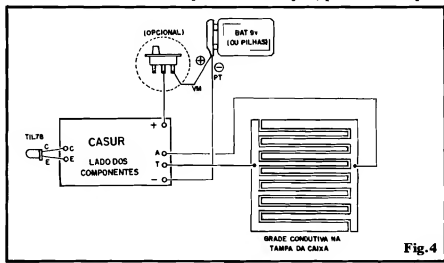

Fig. 4
- FIG. 4 - CONEXÕES EXTERNAS À PLACA - Antes de iniciar as ligações externas ao Circuito Impresso, é bom identificar corretamente suas ilhas periféricas (comparar com a figura anterior), todas elas codificadas para evitar erros ou confusões... O diagrama mostra a placa pelo lado não cobreado... Observar as ligações da alimentação, bem como a codificação de polaridade e das cores dos fios provenientes do "clip" da bateria (ou do suporte de pilhas). Notem que o interruptor geral (opcional) deve ser intercalado no fio do positivo (vermelho). Verificar bem as ligações do foto-transistor TIL78, com sua "perna mais curta" (terminal de coletor, saindo da base do componente junto ao seu lado que apresenta um pequeno chanfro...) ligada ao terminal "C" da placa (o "outro" terminal, obviamente ligado ao ponto "E"...). Finalmente, observar com muita atenção as conexões das saídas de alta Tensão, presentes nos furos "A-T", e que deverão ser levadas, por fios flexíveis, no adequado comprimento, aos dois "polos" da grade condutiva a ser aplicada sobre a tampa da caixa...
TIL78...). Em 5-B vemos uma sugestão prática (já abordada...) para o acabamento e instalação da grade condutiva à tampa da caixa... Observem que, no exemplo, a caixa como um todo deve ser feita de material isolante (madeira ou plástico), sendo que apenas na tampa (tanto em sua parte superior, quanto nas laterais...) devem ser coladas as áreas metalizadas para a saída da alta Tensão (eletricamente ligadas aos pontos "A" e "T" da placa, conforme indica a fig. 4. UM ALERTA: sob nenhuma hipótese pode haver contato elétrico estabelecido entre os tais pontos "A" e "T", já que nesse caso, além da alta Tensão não atingir a pessoa que abre a caixa, podem ocorrer danos ao próprio circuito... Em qualquer caso, o único "caminho" aceitável para a tal Tensão é A PRÓPRIA MÃO DE QUEM ABRE A TAMPA! Finalmente, em 5-C temos outra sugestão, agora partindo de uma caixa totalmente metálica, na qual, porém, tampa e "corpo" são eletricamente isolados, eventualmente através de dobradiças plásticas, e de um "encosto" de plástico ou borracha, "separando" eletricamente o "corpo" da tampa... Nesse caso, "corpo" e tampa devem, individualmente (e separadamente...) ser ligados aos terminais "A" e "T" da placa do circuito. Em todo e qualquer caso ou arranjo, é importante "calcular" bem os tamanhos, posições e a "ergonomia" do conjunto, de modo que forçosamente, ao abrir a tampa, a pessoa tenha que estabelecer - com a mão - contato elétrico com os dois "polos" dos terminais de alta Tensão, senão nada feito: não há "choque"....!